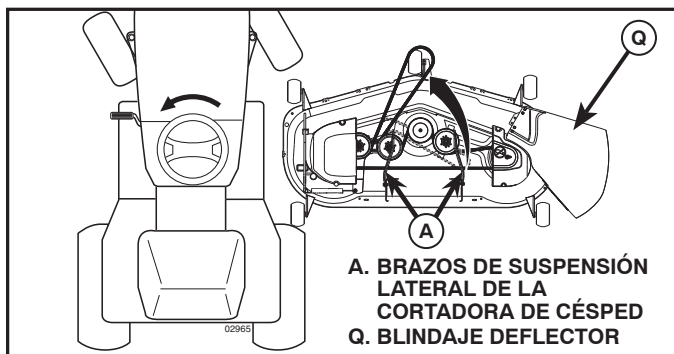

Fig. 27
4. DESLICE LA CORTADORA DE CÉSPED DEBAJO DEL TRACTOR (Vea Fig. 27)